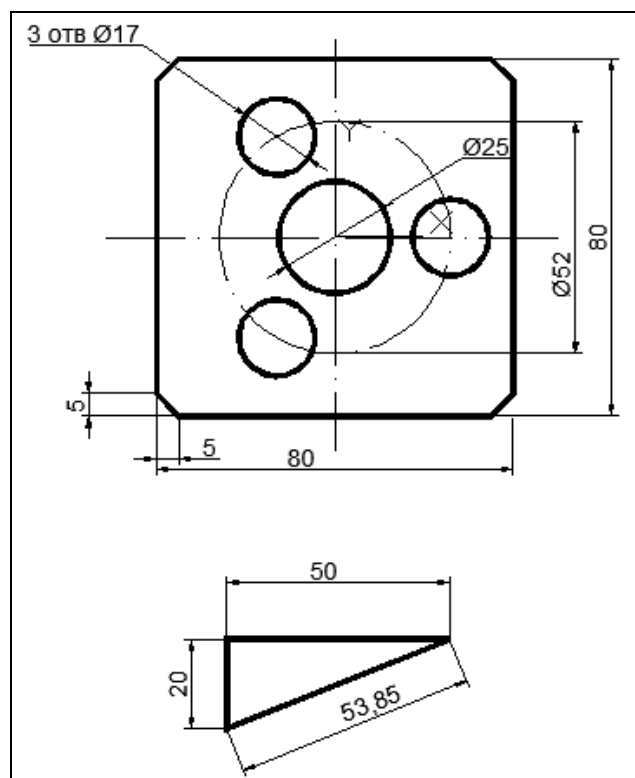

Рис. 31. Готовый вид объектов созданных в 3 четверти
6) На углах пластины необходимо построить фаску длиной **5 мм** (рис. 31), используя команду **Фаска (Chamfer)**, данная команда выполняет операцию подрезки двух пересекающихся прямолинейных сегмента, строя при этом новый отрезок, соединяющий